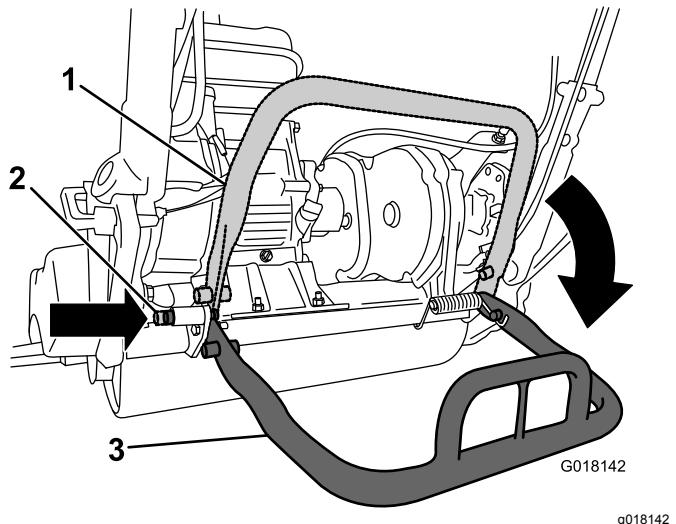

Bild 5
2. Senken Sie den Ständer ab und drücken den Arretierbolzen ein, um den Ständer in der WARTUNG-Stellung zu arretieren (**Bild 5**). Die Maschine sollte auf dem arrierten Ständer aufliegen.